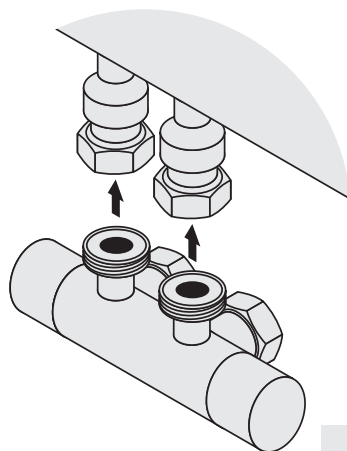

Рис.11
4.4.3. Накрутите «носики» на вентиль угловой EU50 (рис. 11).